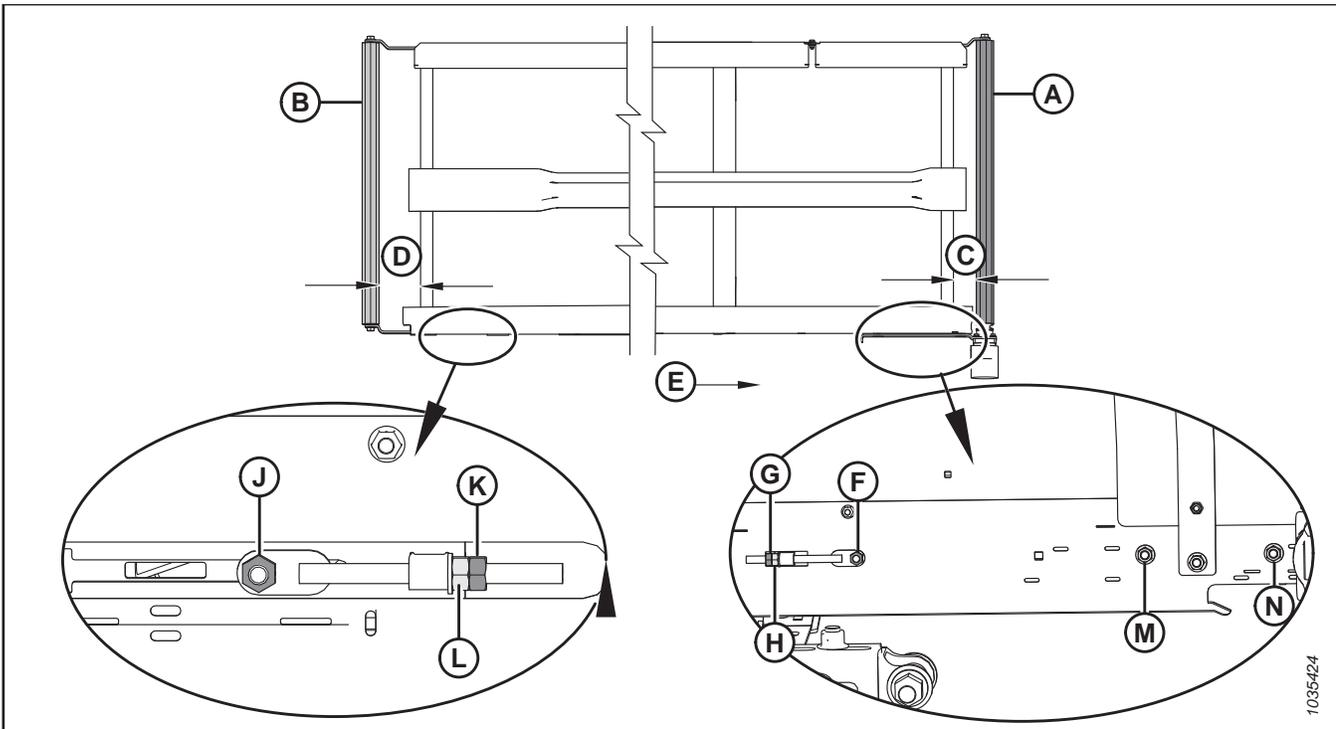

Figure 4.246: Réglage de l'alignement du tapis – Tapis gauche
2. Réglez le rouleau d'entraînement (A) pour changer C (consultez le tableau 4.2, page 398 et la figure 4.246, page 398) comme suit :
- a. Desserrer les écrous (F), (M) et (N), et le contre-écrou (G).
- b. Tournez l'écrou de réglage (H).
- c. Serrer les écrous (F), (M) et (N), et le contre-écrou (G).
3. Réglez le rouleau libre (B) pour changer D (consultez le tableau 4.2, page 398 et la figure 4.246, page 398) comme suit :
- a. Desserrez l'écrou (J) et le contre-écrou (K).
- b. Tournez l'écrou de réglage (L).